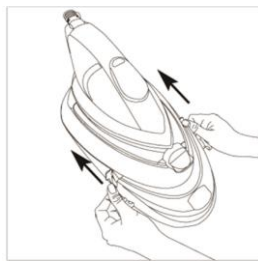

Рисунок 11
3. Установіть резервуар для води на місце та переконайтеся, що його міцно закріплено (рис. 11).